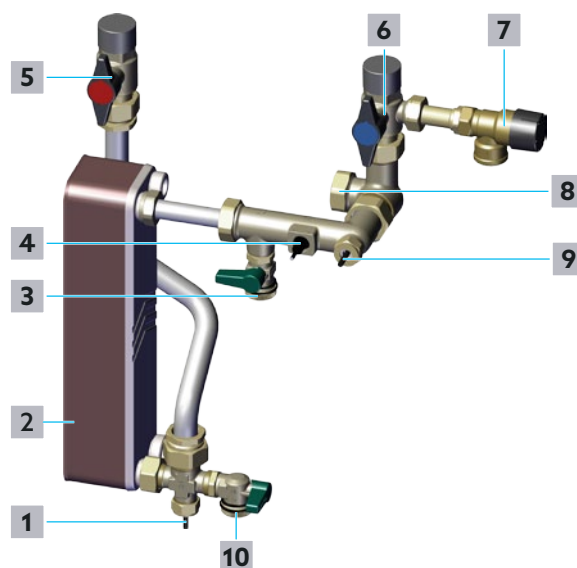

Fig. 19: Remplissage et purge du circuit E.C.S.
- 1 Ouvrir lentement le robinet d'arrt  tournant sphrique - Eau chaude sanitaire (position **5** sur la Fig. 19 en page 24 et position **10** sur la Fig. 2 en page 11).
- 2 Ouvrir lentement le robinet d'arrt  tournant sphrique - Eau potable froide (position **6** sur la Fig. 19 en page 24 et position **11** sur la Fig. 2 en page 11).
- Si des bruits persistent dans le circuit E.C.S. dus  des inclusions d'air, ouvrir lgrement le robinet de vidange et de remplissage  tournant sphrique - Eau chaude sanitaire (position **10** sur la Fig. 19 en page 24 et position **16** sur la Fig. 2 en page 11) jusqu' ce que seule l'eau s'coule.